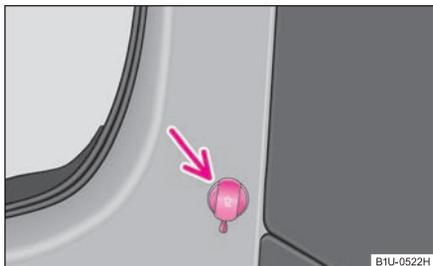

Fig. 92 Coffre à bagages:
- Ouvrez le cache de la prise de courant ⇒ fig. 92.